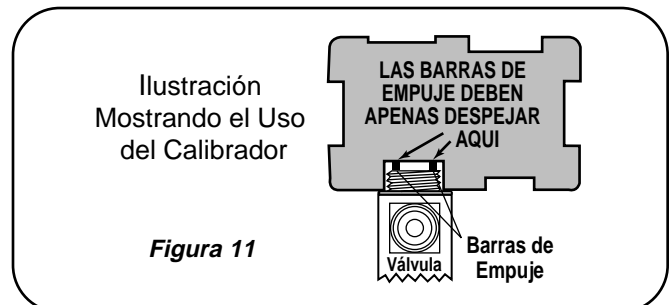

Figura 11
9. Ahora coloque la guía de resorte estampada (cuando se use) y el resorte en el portaeje, coloque la guía de resorte inferior en el extremo opuesto del resorte y enrosque la tapa inferior en su lugar. (reemplace la guía de eje, el resorte y el conjunto de tapa inferior juntos en las válvulas Tipos (E)BF/SBF y EBS). Después de enrosocar la tapa inferior en su lugar, aprétela con mucho cuidado, preferiblemente con dos llaves de 10", para sellar la conexión metal-a-metal de filo de navaja. Las superficies que sellan debe estar libres de materiales extraños y muescas que eviten una unión sin fugas.
10. En las válvulas con elementos cambiables (excepto las Tipos O, (E)BF/SBF y EBS), coloque las barras de empuje dentro del cuerpo y haga que la válvula abra varias veces presionando los extremos salientes de las barras de empuje con una superficie metálica plana. Esto ayuda a que el eje asiente adecuadamente.
11. Verifique la altura de la(s) barra(s) de empuje por encima de la superficie que sella del elemento por medio de un calibrador de barras de empuje (ver figura 11). El calibrador se suministra con los juegos de partes internas o puede obtenerse gratis a solicitud. (Dado que las partes internas de la válvulas Tipos (E)BF/SBF y EBS no pueden cambiarse, no es necesario verificar la altura de la(s) barra(s) de empuje de estas válvulas).